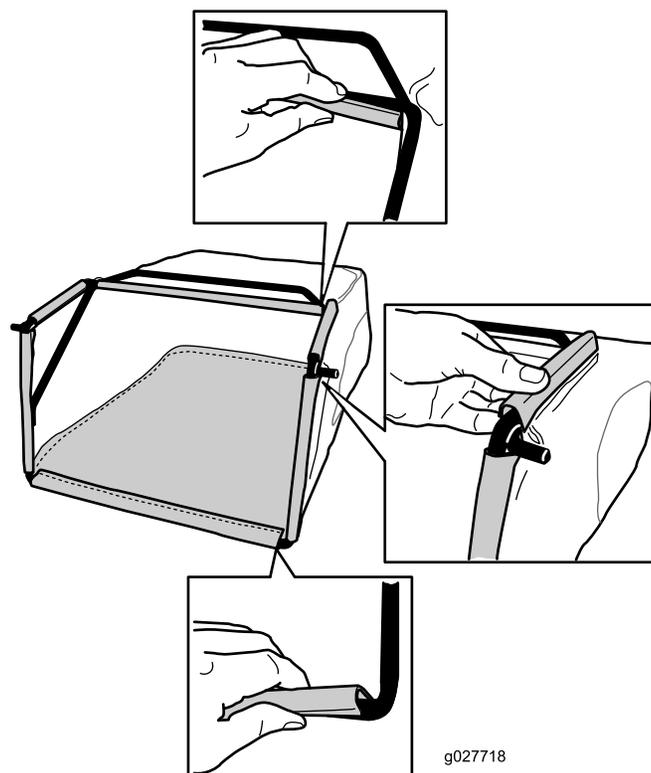

Figura 9
3. Engate os canais superior e lateral do saco na parte superior e lateral da estrutura, respetivamente (Figura 9).
2. Engate o canal inferior do saco na parte inferior da estrutura (Figura 9).